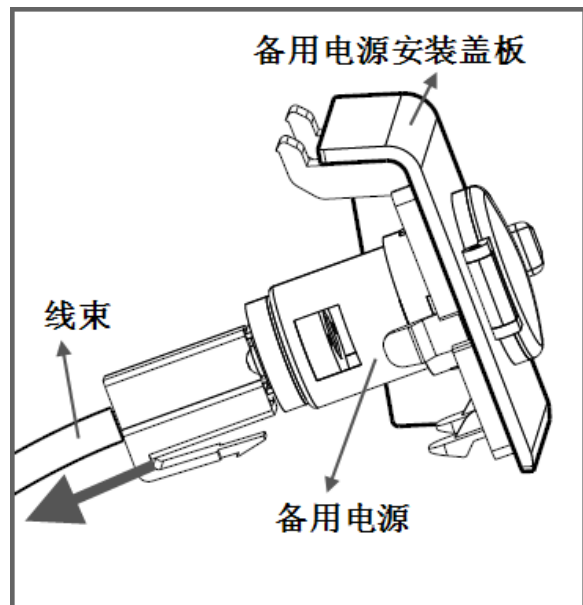

图 1.6.12 备用电源安装板的拆卸 b
- c) 将与备用电源连接的线束松开，再将安装板取出并放在一边。如图1.6.12所示；